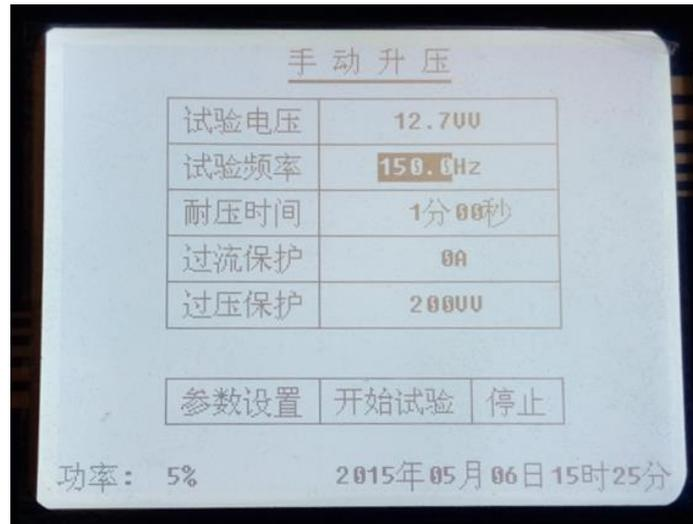

图 5
5) 按下旋转鼠标到“试验频率”, 如图 5。选择所需试验要用的频率 (光标需要停在 30.0HZ 的位置上, 增加频率)。等频率设定完成后按下鼠标确认, 光标进入到“耐压时间”设定。
8) 全部试验参数设置完成后, 光标会回到“参数设置”, 这时要转动鼠标到“开始试验”位置。按下鼠标确认, 旋转鼠标就会有电压输出, 光标会停在 (试验频率) 上, 如图 5。